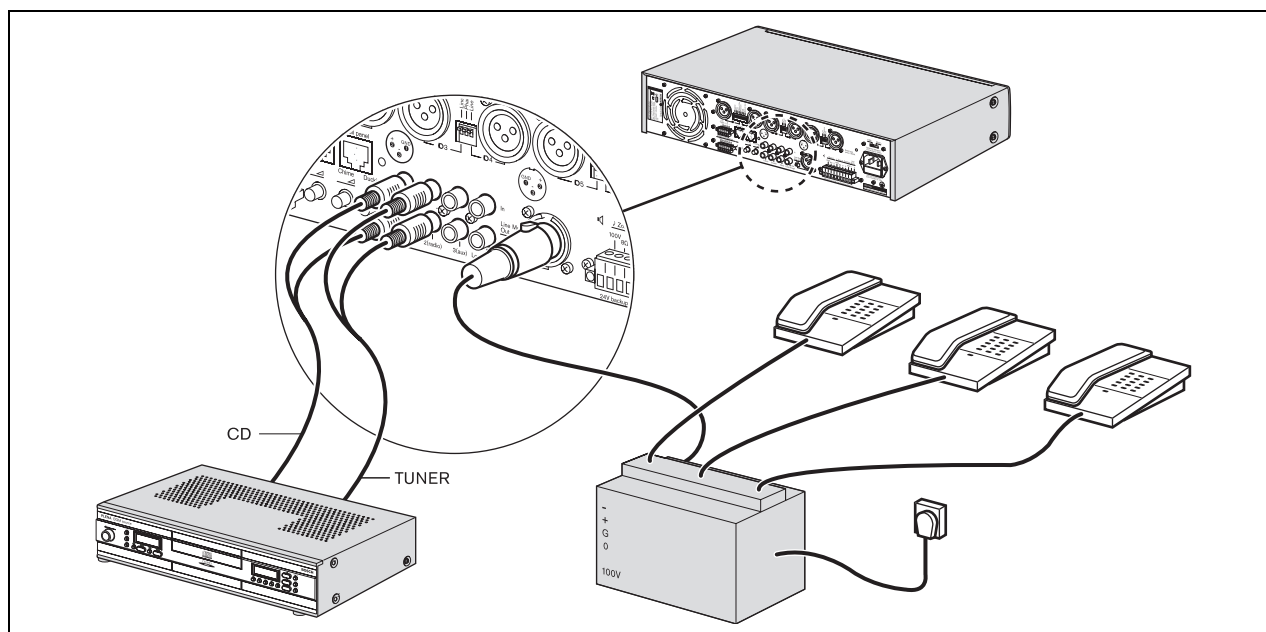

figure 4.9: Connexion d'entrées de sources musicales
Utilisez le connecteur de sortie principale musicale (24) pour fournir une source de sortie musicale dédiée pour un autre dispositif. Par exemple, la sortie musicale principale peut être connectée à un PABX téléphonique afin que les appelants écoutent une musique lorsque leur appel est mis en attente (voir figure 4.9).
Utilisez l'insert d'entrée amp, présortie(22) d'un équipement de traitement de son externe (par exemple un égaliseur ou un supprimeur de contre-réaction acoustique Plena) pour la connexion entre le préamplificateur et l'amplificateur de puissance. Voir figure 4.9.